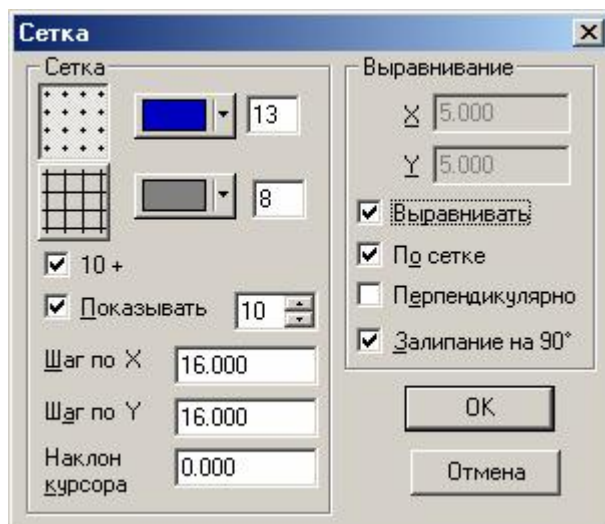

Рис. 85 Диалоговое окно инструмента **Сетка**
1. Запустить *bCAD* и создать новый файл . Включить режим **Выравнивание По сетке** с шагом равным 16 мм, используя для этой цели инструмент **Сетка**  на панели **Установки редактора** (рис. 85). Данный инструмент можно также вызвать, нажав клавишу **F7**.